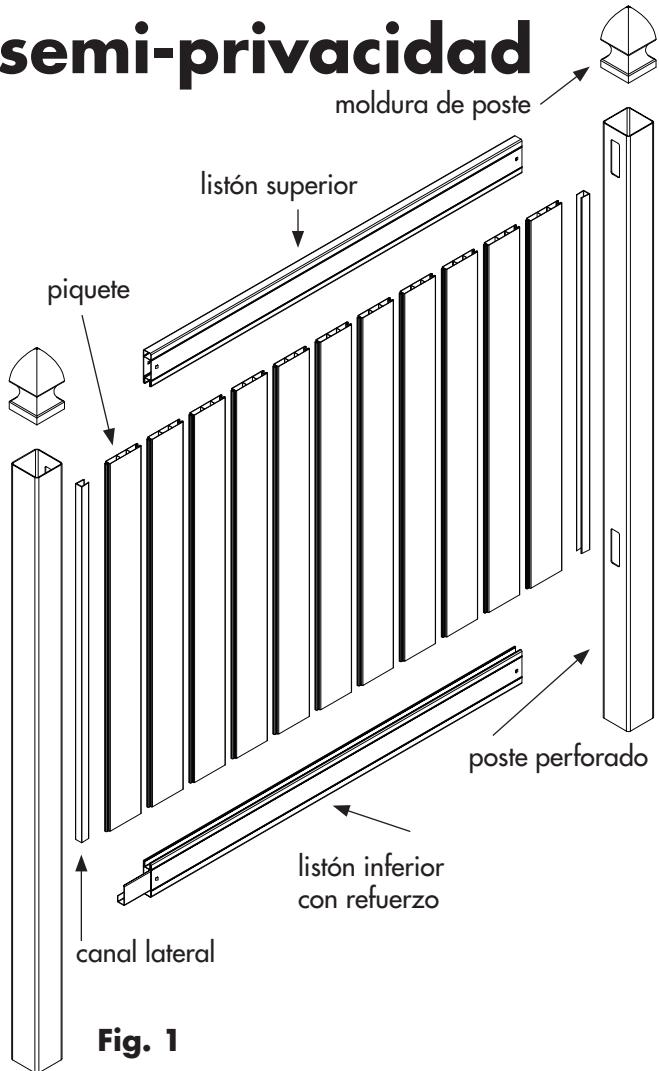

Fig. 1
- Inserte un poste en el hueco. Nivele y ajuste la altura como sea necesario con gravilla. NO fije los postes permanentemente por ahora. Use soportes y cuñas si es necesario. Deslice el listón inferior reforzado en el poste precortado asegurándolo en su sitio con lengüetas ahuecadas (Fig. 1).